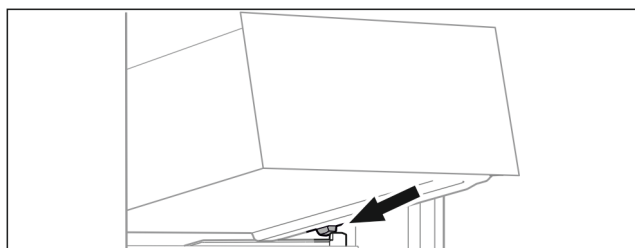

Fig. 96
- ▶ Schubfach schräg hinter den Stoppern auf Behälterrippe aufsetzen. (siehe Fig. 96)